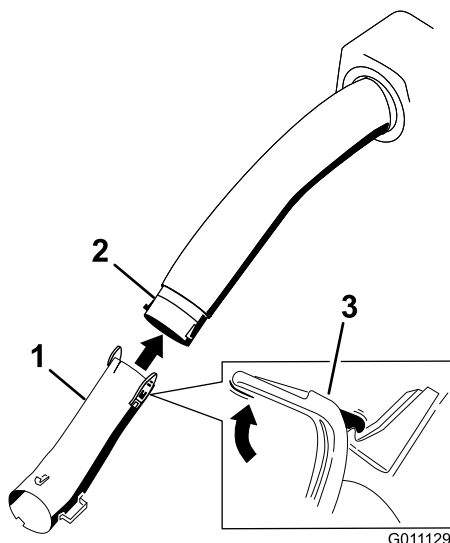

Bild 20
2. Setzen Sie das untere Rohr so in das mittlere Rohr, dass sie sich um 63,5 mm überschneiden (Bild 20).
13. Entfernen Sie die Befestigungen und das mittlere Rohr vom unteren Rohr (Bild 20).
Flachscheiben (7/32") und drei Sicherungsmuttern (Nr. 10) (Bild 20).